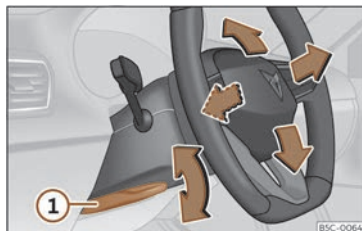

Fig. 86 Panca na parte inferior do lado esquerdo da columna de dirección.
- Tire da panca >>> **fig. 86** ① cara abaixo, mova o volante á posición desexada e suba a panca de novo ata o punto de peche.
- Tras axustar a columna da dirección, empurre firmemente a panca >>> **fig. 86** ① cara arriba para que o volante non cambie de posición accidentalmente durante a marcha.